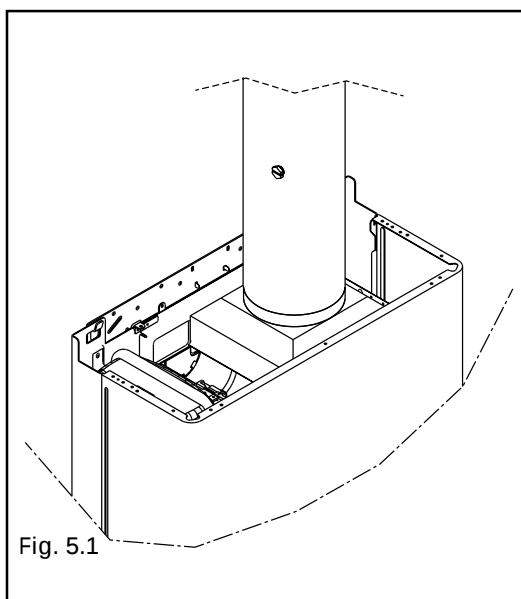

Fig. 5.1
- Con la caldera a la máxima potencia, en modalidad  (verano), la temperatura del sanitario a 60°C y el grifo del agua caliente al máximo caudal, se puede efectuar el control de la combustión introduciendo la sonda en el tramo de tubo rectilíneo (fig. 5.1) situado después de la salida de la campana a por lo menos 400÷500 mm de la misma (como está prescrito por las Normas vigentes)
- Com a caldeira à máxima potência, no modo  (verão), temperatura circuito sanitário a 60°C, torneira da água quente à máxima capacidade, é possível efectuar o controlo da combustão introduzindo a sonda na parte do tubo rectilíneo (fig. 5.1) posicionado após a saída do exaustor a pelo menos 400 ÷ 500 mm da mesma (segundo previsto nas Normas vigentes)